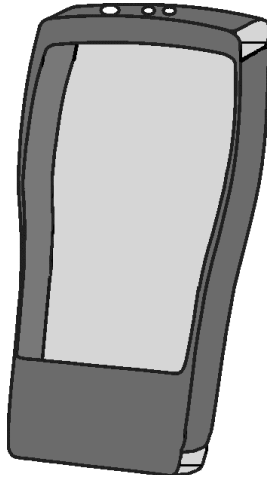

Fig 1.0
- Carry case: BAGHPS (Fig. 1.0).
- Draagtas: BAGHPS (Fig 1.0).
- Sac portable: BAGHPS (Fig. 1.0).
- Tragetasche: BAGHPS (Abb. 1.0).